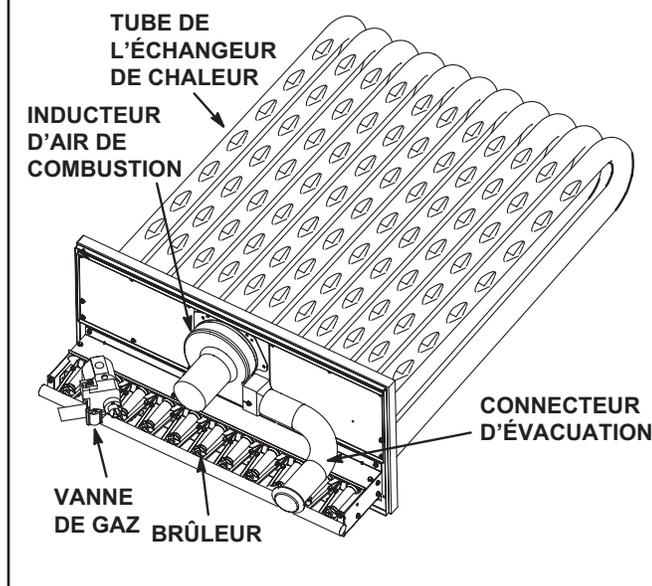

FIGURE 3
- 3 - Retirer et conserver les vis fixant l'inducteur d'air de combustion sur la boîte à feu. Retirer et conserver les deux vis de fixation de la patte supportant le connecteur d'évacuation. Voir Figures 3 et 4.